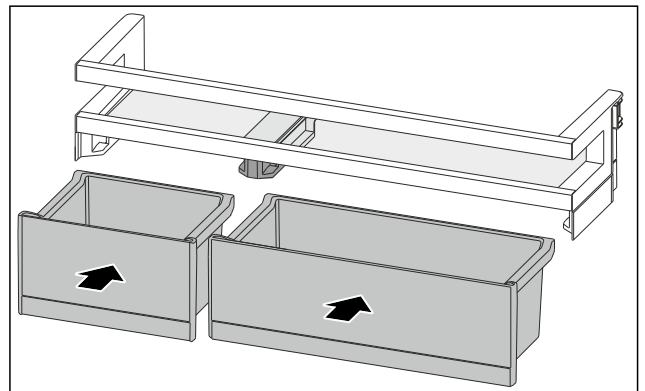

Fig. 113
- ▶ Поставете кутиите VarioBox в разменено разположение. (виж Fig. 113)